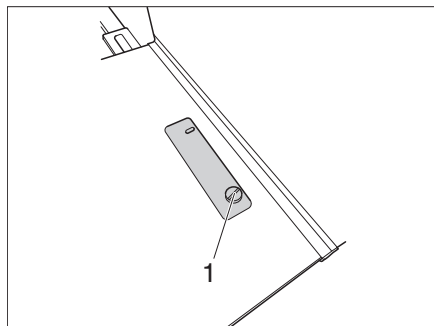

Figure 22 Vis de fixation de la Campbox
- Dévisser les vis de fixation (Figure 22, 1) à gauche et à droite sur la Campbox.
- ▷ Veiller à ce que les vis de fixation (Figure 22, 1) soient toujours suffisamment serrées.
- Positionner la Campbox au-dessus des trous de fixation et visser les vis de fixation (Figure 22, 1).